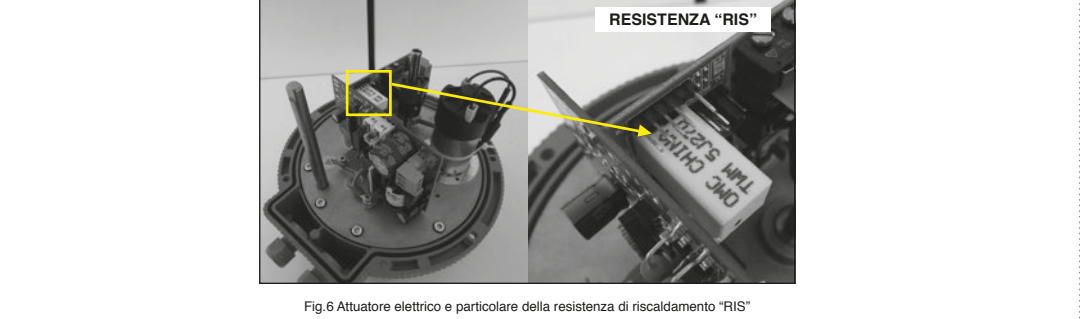

Fig.6 Attuatore elettrico e particolare della resistenza di riscaldamento "RIS"
**6.4 Resistenza anticondensa (Fig.6)**